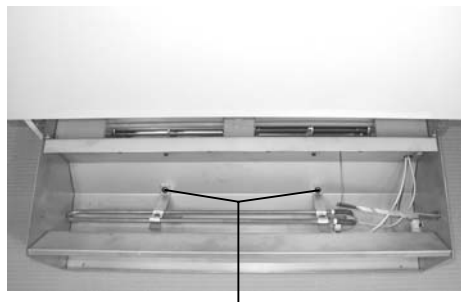

Fig.3 Fixation de la résistance additionnelle
- D'abord, ne fixez la résistance additionnelle qu'à gauche au fond de l'appareil en utilisant les vis 4,8x9,5 fournies (Fig.3).
- La résistance additionnelle n'est vissée fortement qu'à la barre de liaison à droite. Elle n'est que passée librement dans l'autre barre de liaison pour garantir que la résistance peut se dilater avec le moins de bruit possible! Reliez la résistance additionnelle en utilisant la barre de liaison à droite (Fig.3). Veillez à ce que les barres de liaisons soient verticales.
- Faites passer les deux câbles de connexion de la résistance additionnelle dans l'habitacle de connexion à travers les trous ainsi créés (Fig.3).